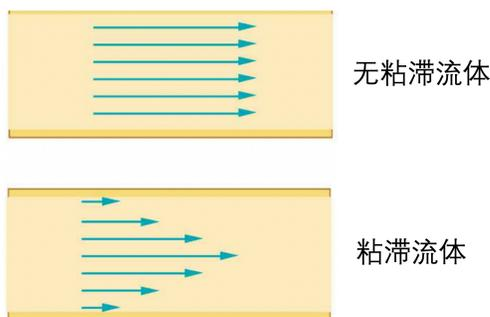

图 19. 水平圆管中的流速分布
4. 哈根-泊肃叶定律 (*Hagen-Poiseuille's law*) 根据伯努利原理，理想流体不需要压力即可流过均匀的水平管道。但是由于流体的粘滞效应，流体在管道中流动时会受到管壁的粘滞力的拖拽 (图 19)，因此需要提供一定压力差。泊肃叶定理描述了充分长的圆形管道中不可压缩流体的流量与管道两端压力差之间的关系，